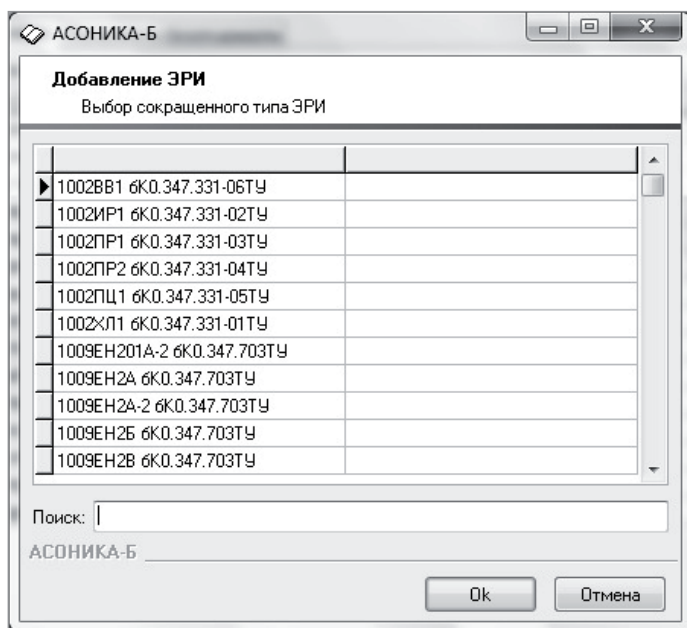

Рис. 15. Диалоговое окно *Выбор сокращенного типа ЭРИ*
**Шаг 3.** В появившемся диалоговом окне укажите сокращенный тип добавляемого ЭРИ и нажмите кнопку *OK* (рис. 15).